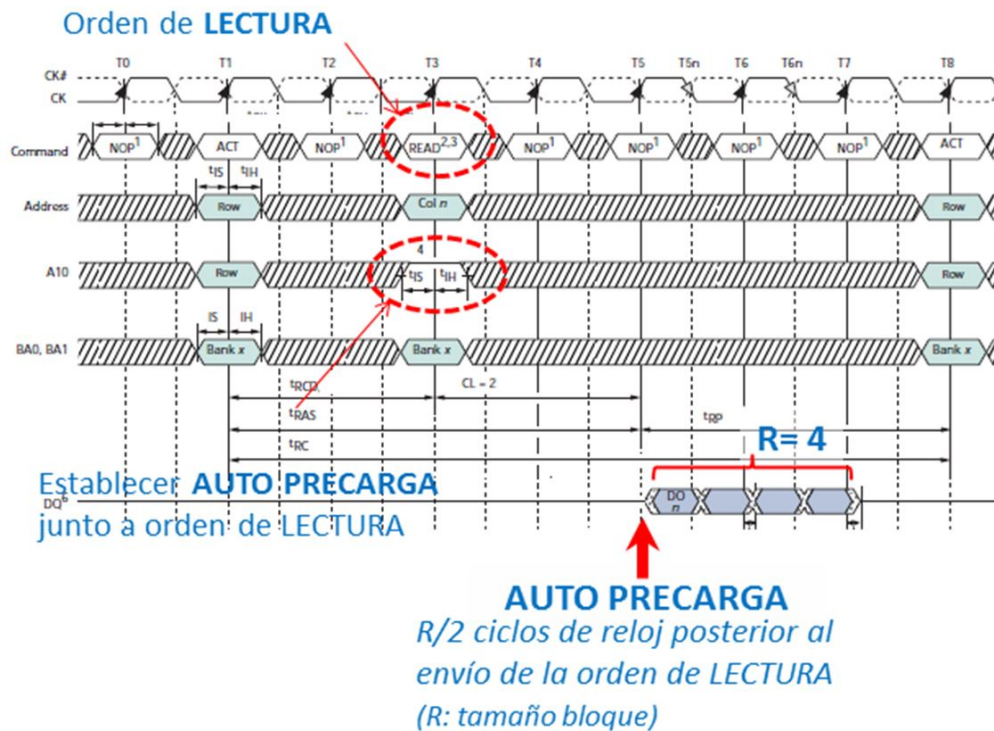

Figura 2. Habilitación de la AUTO-PRECARGA. Memoria DDR
dirección no usada en el direccionamiento de columna (A_{10} en el ejemplo de la Figura 2), con lo que se evita malgastar posteriormente un ciclo de reloj para el envío explícito de la orden de PRECARGA. Sin embargo, tiene el mismo efecto que este último y está sujeta a las mismas restricciones temporales (T_{RAS} desde el envío de la orden de ACTIVACIÓN) con la ventaja de que la precarga se realiza de forma automática y en el momento óptimo¹.
¹ El instante óptimo de la precarga suele acontecer R ciclos de reloj posterior al envío de la orden de **LECTURA**, caso de memorias SDRAM simples, o R/2 ciclos de reloj posterior en el caso de memorias DDR SDRAM, como se aprecia en la Figura 2. En este caso, al tratarse de un bloque de 4 palabras (R=4) y ser la SDRAM de tipo DDR, la precarga se hará efectiva 2 ciclos de reloj posterior al envío de la orden de **LECTURA**, coincidiendo con el volcado de la primera palabra del bloque. Obsérvese que en esta ocasión se respeta el tiempo T_{RAS} , en caso contrario, la precarga no se podría efectuar en el momento óptimo. En cualquiera de los casos, desde que la precarga es efectiva hasta que se puede enviar una nueva orden de **ACTIVACIÓN** debe transcurrir, al menos, un tiempo T_{RP} .
PARTE II. Cronograma de lectura de 4 bloques de 4 palabras. ► Ayudados por la Figura 2 y por los valores de los parámetros temporales obtenidos en el Ejercicio 1, represéntese sobre el cronograma la temporización del envío de las sucesivas órdenes (*command*), de las correspondientes direcciones de fila o columna y del volcado de los datos (D) correspondientes al acceso a 4 bloques pertenecientes a filas distintas de un mismo banco. Los comandos corresponderán a los de activación (A) y lectura (R). La dirección podrá ser de filas (F_i) o de columnas (C_i), donde el subíndice indica el número de orden del bloque (0 ... 3) al que hacen referencia. Finalmente, los datos se expresarán en la forma D_i , donde el subíndice i hace referencia a la palabra (0 ... 3) dentro de cada uno de los bloques. Asimismo, **deberán marcarse con una (P) sobre la línea de órdenes los ciclos de reloj en los que se realizan las precargas**. Recuérdese que al tratarse de una SDRAM de tipo DDR, en cada ciclo de reloj se transfieren dos palabras. *Nota: No hace falta representar el envío de los comandos NOP*